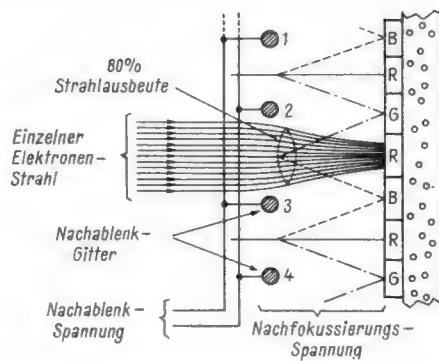

Bild 3. Ausschnitt der Schirmzone aus Bild 2
Bild 3 zeigt diesen Vorgang in den Einzelheiten. Dieser horizontale Schnitt durch den Schirm, das Nachablenk-Gitter (1, 2, 3, 4) und den Strahl zeigt aber auch, daß das Gitter den Strahl zum Schirm hin konzentriert oder fokussiert, was sehr wesentlich ist. In der Tat wird dem Nachablenk-Gitter nicht allein die Schaltwechselfrequenz zugeführt, sondern auch eine Gleichspannung, die etwa ein Drittel der Anodenspannung beträgt. Dadurch bildet sich für den zwischen zwei Drähten hindurchtretenden Strahl eine elektronenoptische Linse und zugleich ein Nachbeschleunigungsfeld. Haben alle Drähte das gleiche Potential (Nulldurchgang der Nachablenk-Wechselfrequenz), so
Man beachte, daß bei unveränderter Polarität der Drähte der Strahl entgegengesetzt ausgelenkt wird, wenn er „ein Haus weiter“ wandert, da dann, vom Strahl aus gesehen, die Plus- und die Minusdrähte umgekehrt liegen. Daher zeigen auch die strichpunktiierten Linien in Bild 3 einmal nach oben und einmal nach unten, und entsprechend umgekehrt die gestrichelten. Legt man in die zentrale, nicht nachabgelenkte Strahlachse stets den R-Streifen, in die Sammelpunkte der strichpunktiierten Linien die G-Streifen und in die Sammelpunkte der gestrichelten Linien die B-Streifen, so entsteht die im Bild 3 gezeigte Phosphor-Folge, die doppelt so viele R-Streifen aufweist als G- oder B-Streifen.
Geht die sinusförmige Nachablenkung von ihrem Nulldurchgang (R in Bild 3) aus, dann lenkt die positive Halbwelle nach G ab; darauf folgt wieder ein Nulldurchgang (R) und dann die negative Halbwelle mit Auslenkung nach B. Die Farbfolge ist also RGRB. Dies ist der Farbzyklus des Chromatrons, der in Wirklichkeit über 400mal geschrieben wird, um die ganze Schirmbreite zu erfassen. Im gleichen Zyklus muß auch der elektronische Schalter am Ausgang des Farbdecoders die Farbsignale auswählen.